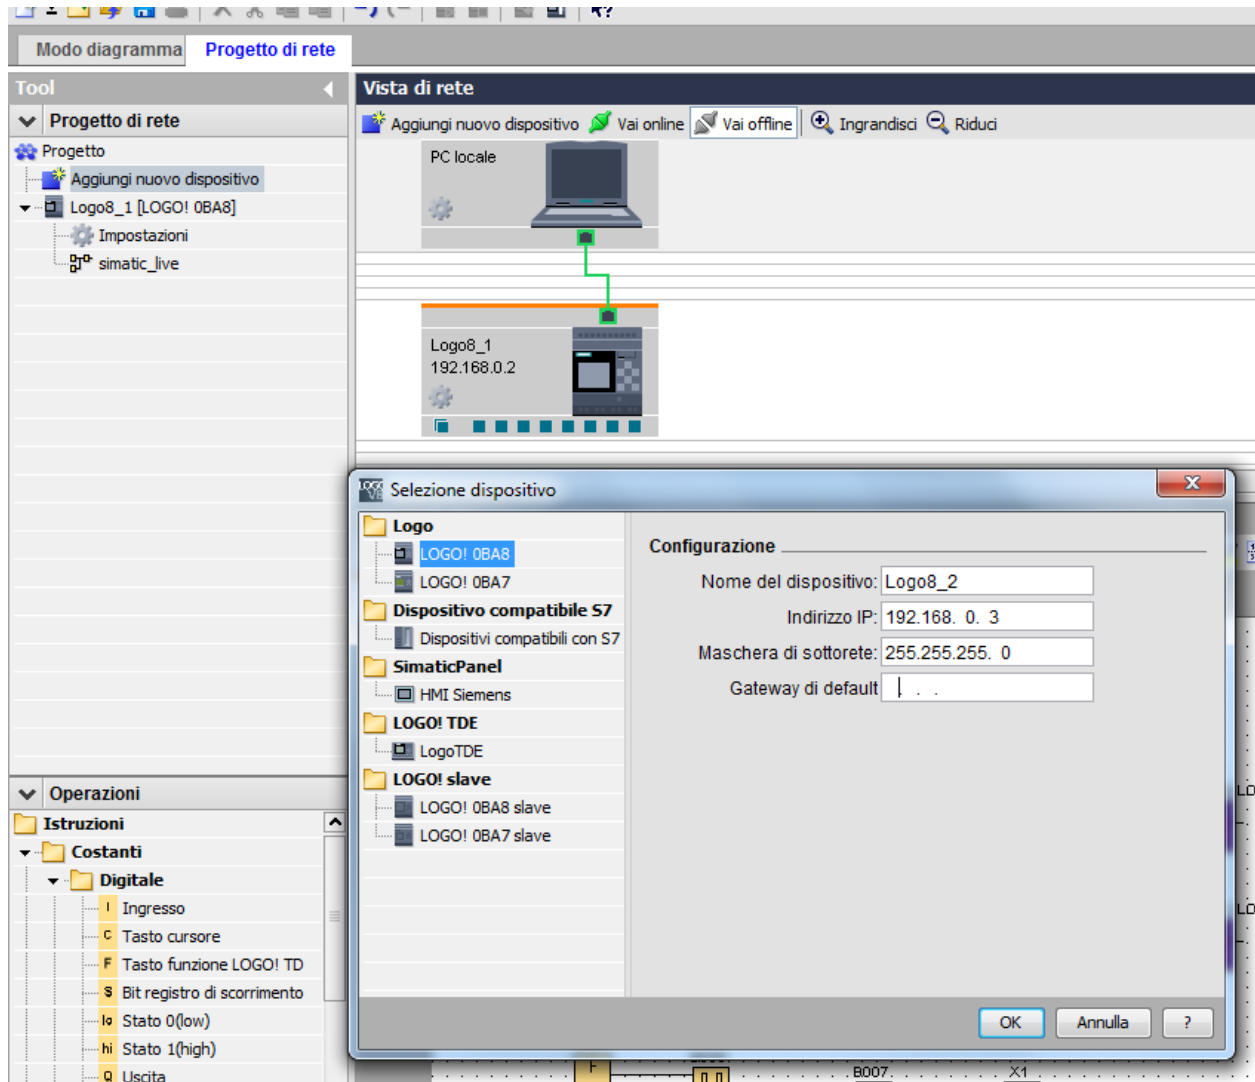

Figura 37
- *Aggiungi nuovo dispositivo*: consente di aggiungere un nuovo dispositivo al progetto di rete. È possibile scegliere tra altre apparecchiature LOGO!, dispositivi S7, Simatic HMI panel, ecc....; ogni volta che si inserisce un nuovo dispositivo, direttamente da questa interfaccia utente è possibile definire l'indirizzo IP e nome (**Figura 37**)